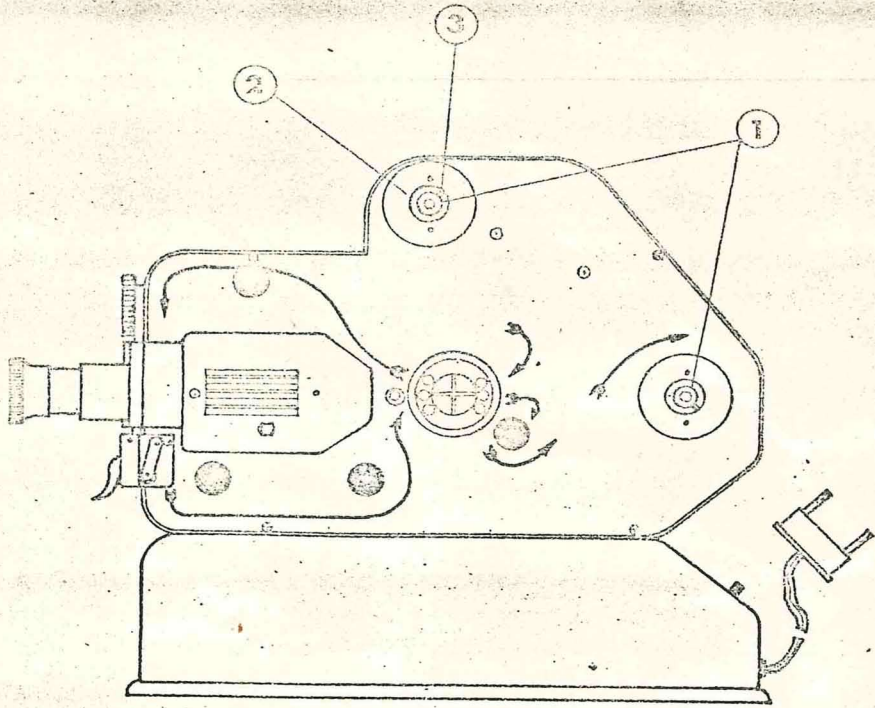
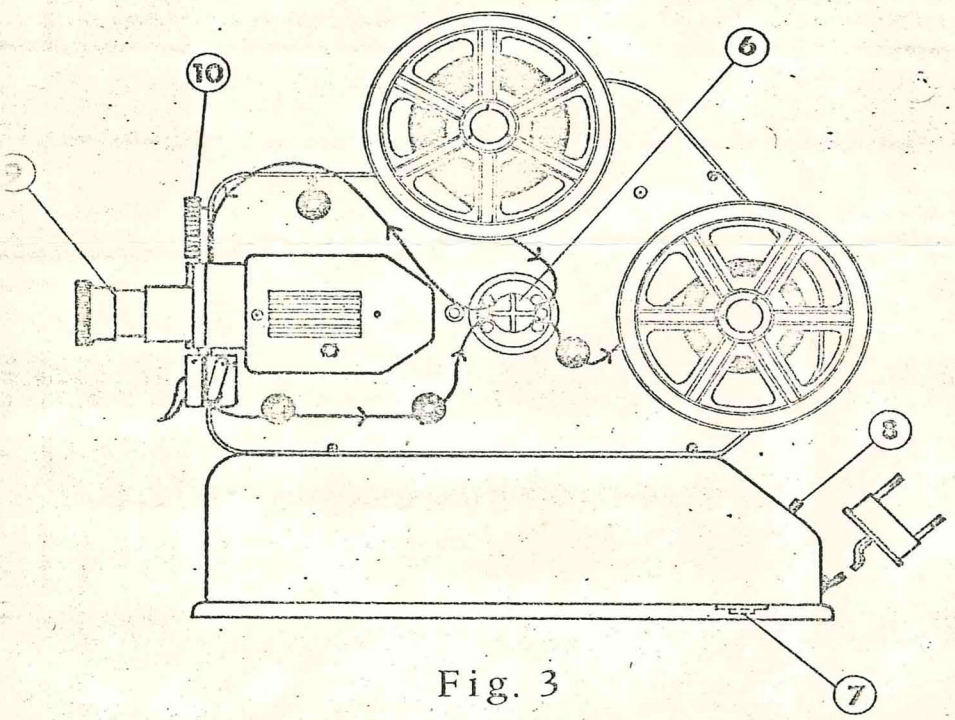

Fig. 1
Fig. 3
- 1 .- Quitense los 2 tapones del soporte de la bobina (nº 1 - fig. 1)
- 2 .- Colóquese la bobina que contiene la película, en la pieza nº 2 superior (ver fig. 1). Teniendo en cuenta, que las perforaciones de la película, deben quedar en la parte interior, y que la pestaña nº 3 de dicha pieza coincida con una de las ranuras de la bobina. A continuación, colóquese el tapón de sujección.
- 4 .- A continuación, pásese la película, siguiendo las directrices de la flecha del proyector, como se indica en la fig. 1 (procurando que no se cruce la película en la pieza nº 6 - fig. 3).
- 5 .- El extremo de la película que ha quedado, bobínese en la parte inferior como indica la fig. 3 en la situación de la flecha.
- 6 .- Antes de conectar el aparato, compruébese, si el selector de tensión se encuentra en la posición correcta de la tensión de la red : 125 ó 220v. El selector de tensión, se encuentra en el pie ó base del proyector (nº 7 fig. 3). Para colocarlo en la posición deseada, introdúzcase una moneda en la ranura, y gírese a derecha ó izquierda y aparecerá la numeración: 125 ó 220 .
- 7 .- Una vez realizada la operación anterior, deslizar el interruptor de puesta en marcha (nº 8 - fig. 3). En él van indicadas las posiciones de pa-rada, motor y luz. Según se desee bobinar cinta, ó proyectar.
- 8 .- Se puede proyectar aproximadamente, hasta 4 m. de distancia, y el enfoque de la película, se realiza, introduciendo ó sacando el objetivo, girando lo lentamente (nº 9 - fig. 3), hasta conseguir la nitidez de imagen que se considere ideal.
- 9 .- Si el encuadre, no es correcto, gírese la ruedecita (nº 10 - fig. 3) hasta que resulte perfecto.